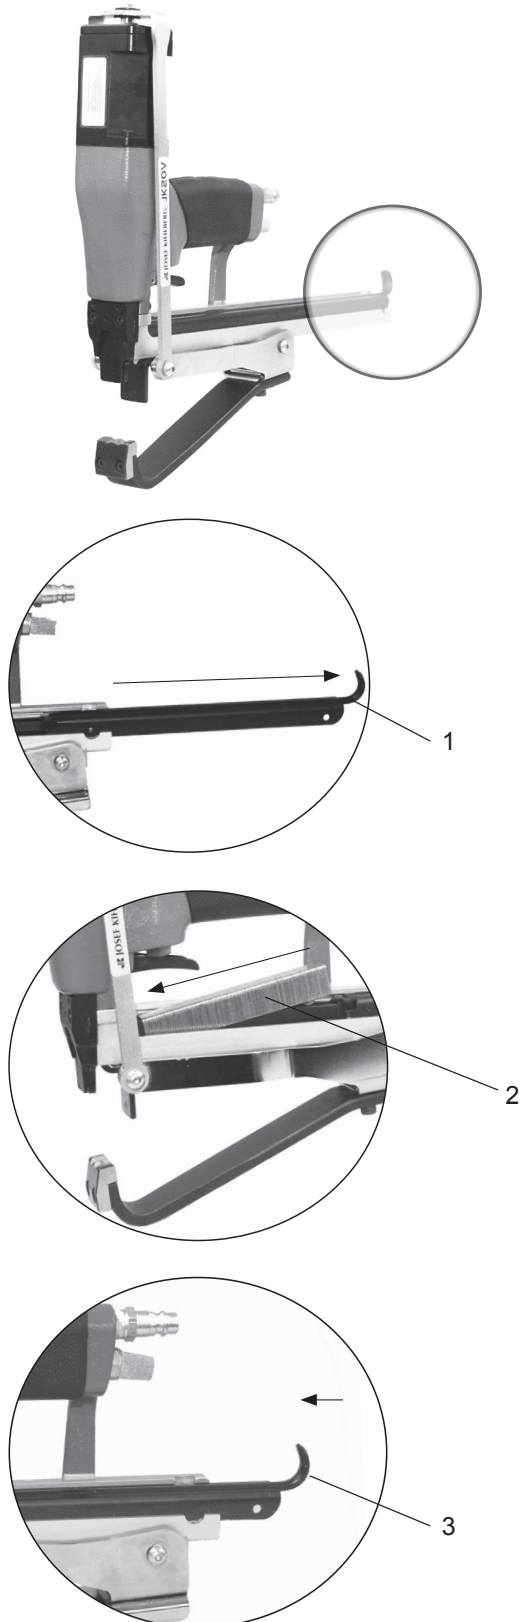

Fig. 4
1. Retirer complètement le couvercle du chargeur (Fig. 4/1)